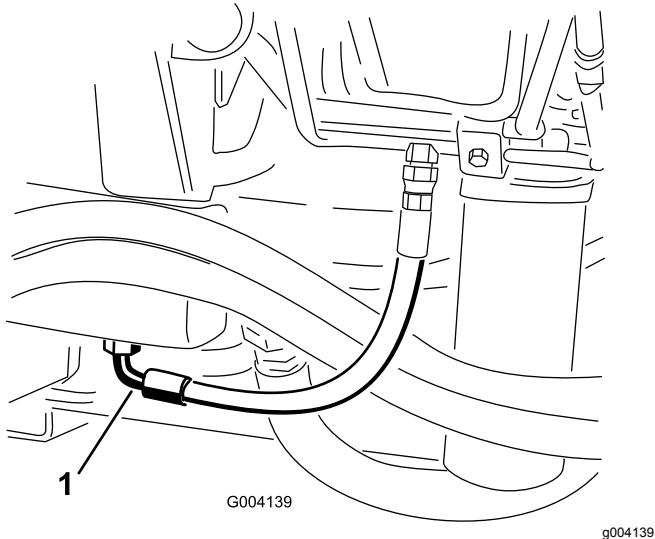

Figura 70
2. Coloque un recipiente grande debajo del acoplamiento situado en la parte inferior del depósito de fluido hidráulico (Figura 70).